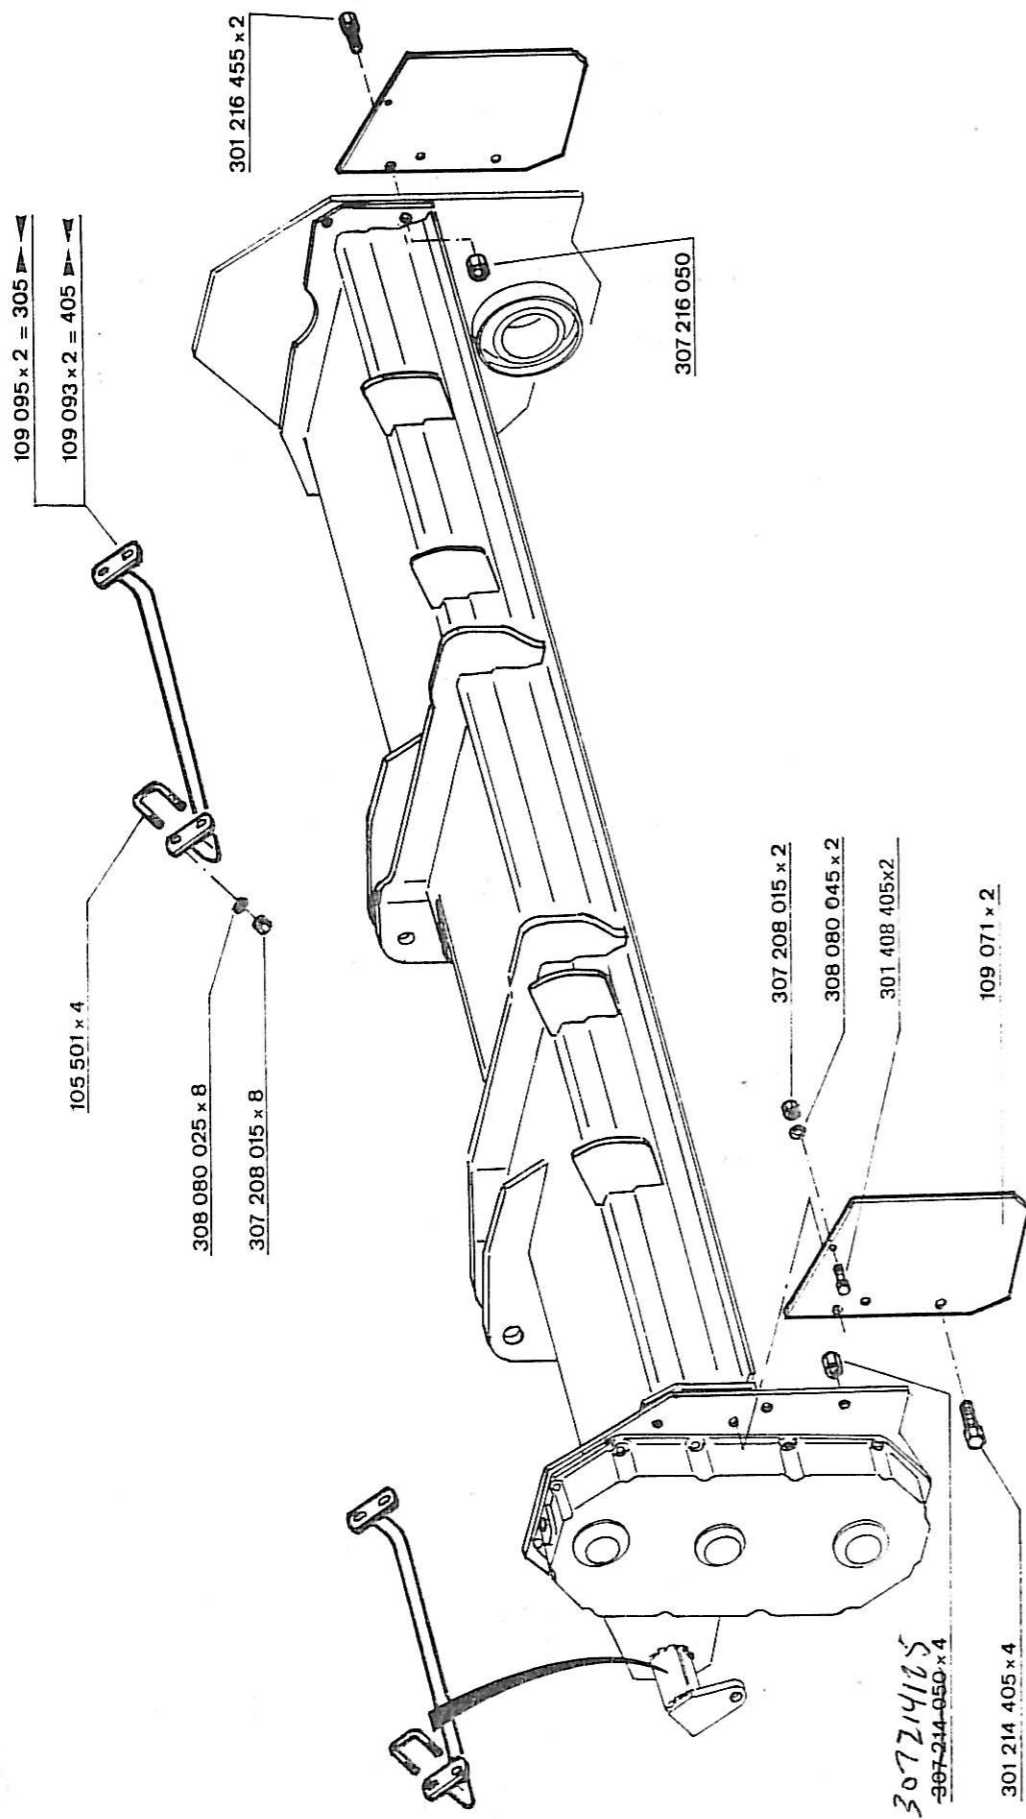

FIG 9
1. Utilisation catégorie III avec attelage rapide (voir fig. 9 & 10)
NOTE : pour utiliser les attelages cités dans les paragraphes 2, 3, 4, ne pas oublier de démonter les crochets. L'axe (A), fig. 9, ou le crochet est freiné au frein-fillet moyen (LOCTITE 243), chauffer pour démonter.
1. Kat. 3 - Mit Schnellkupplung (siehe Fig. 9 & 10)
Beachten Sie: daß die Befestigungshaken in die richtige Stellung gebracht werden müssen, wenn Sie die unter 2, 3 und 4 erwähnten Kupplungsarten verwenden. Der Bolzen Fig. 9 A ist mit LOCTITE 243 gesichert und muß daher vor dem Lösen erwärmt werden.
1. Category III - with quick hitch (see fig. 9 & 10)
The hook pin (A), fig.9, is locked by a thread-locker (LOCTITE 243) which must be heated to loosen this pin.